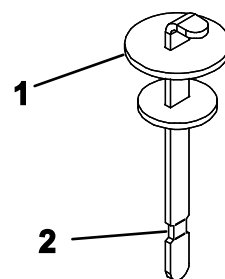

**Figura 61**
3. Limpe a zona em redor do tubo de enchimento e da tampa do depósito hidráulico (Figura 61). Retire a tampa do tubo de enchimento.